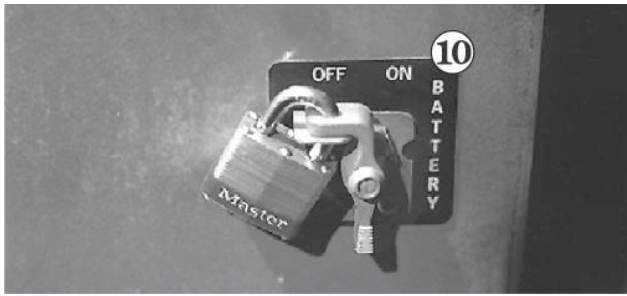

Abb. 10.7
2. Den **Batterieschalter 10** (siehe Abb. 10.7) ausschalten und mit einem Vorhängeschloss sichern.